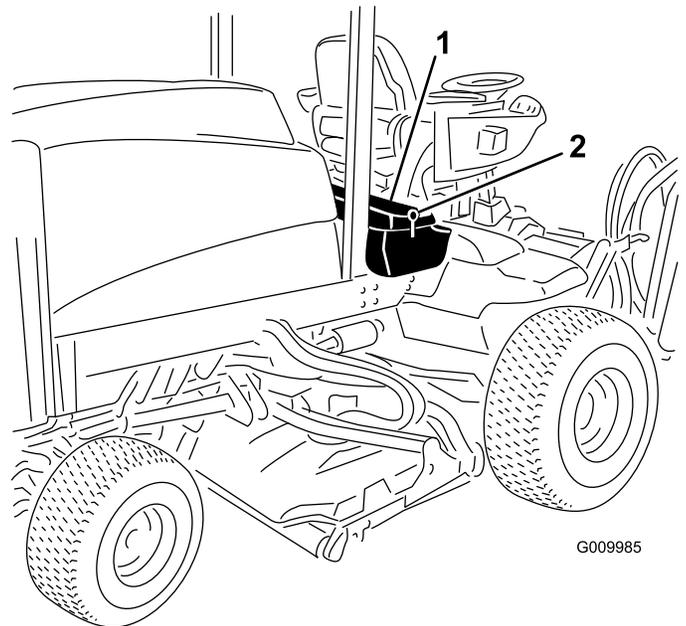

Figura 65
- Desbloqueie e eleve o painel da consola do operador (Figura 65).